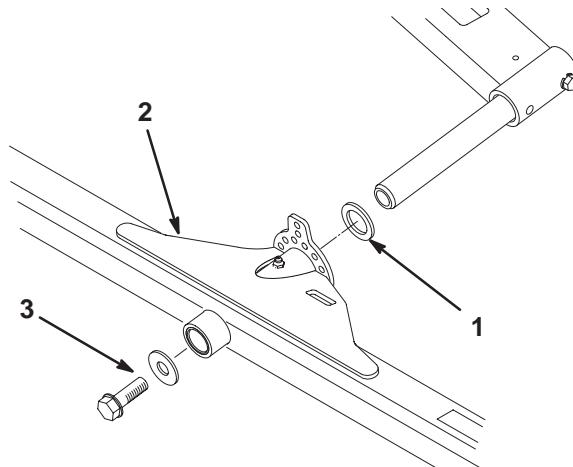

Figure 10
- Glissez une rondelle de butée sur la tige de pivot du bras de relevage (Fig. 10).
- Poussez le bâti porteur du plateau de coupe sur la tige de pivot et fixez-le avec une rondelle plate et une vis à collerette (Fig. 10).